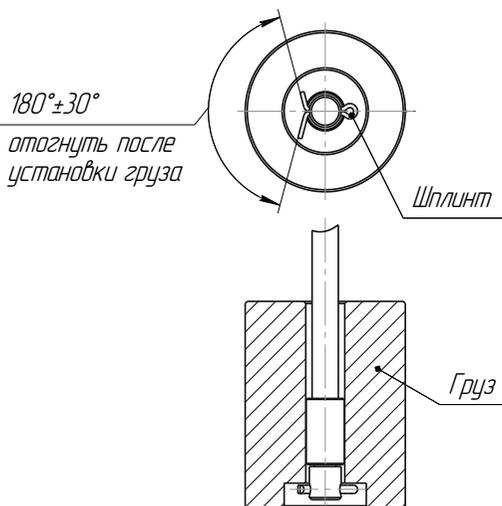

Рисунок 6 – Установка груза
- установить на нижнем конце направляющей груз, установить шплинт, разогнув его усики (см. рисунок 6);